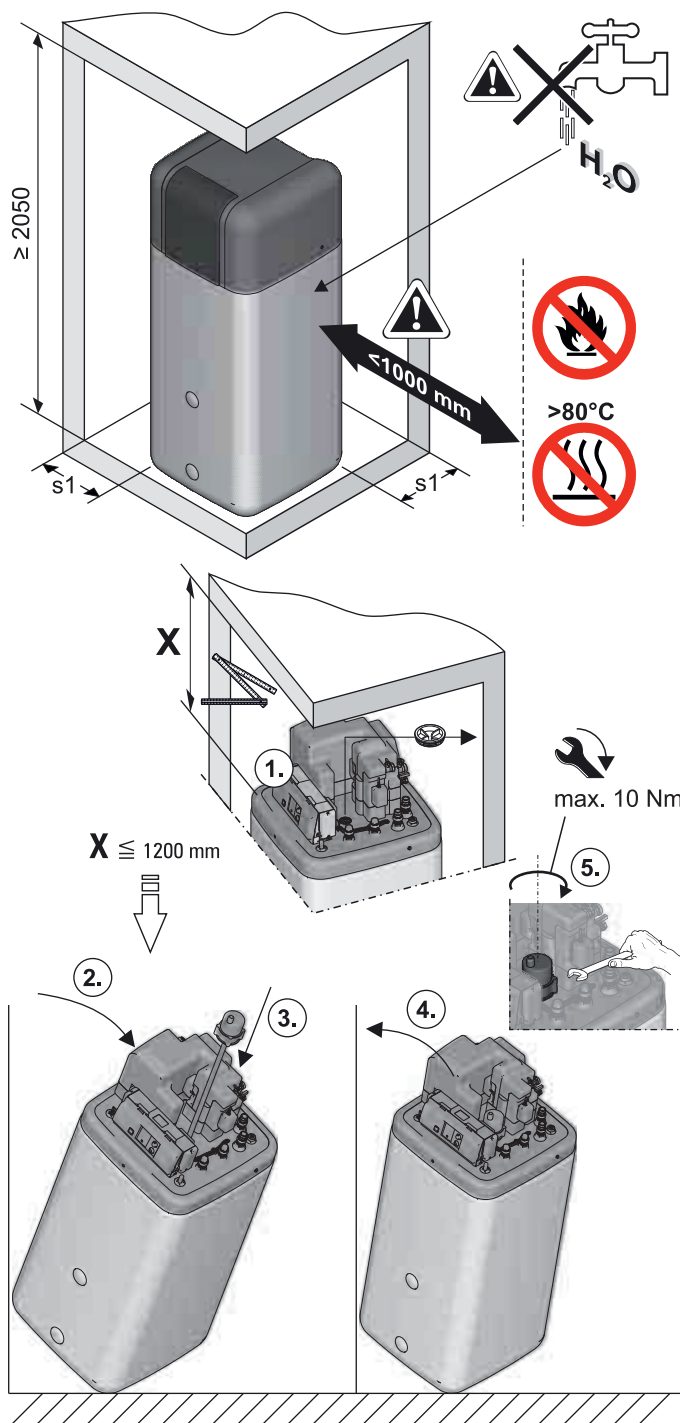

Bild 4-5 Aufstellung (dargestellt an ROTEX HPSU compact 508/516 mit Einbau des optionalen Backup-Heaters)
- Empfohlene Abstände (Bild 4-5):
- Falls benötigt, optionalen Backup-Heater (BUxx) in die ROTEX HPSU compact einbauen (Bild 4-5). Dem Zubehör beiliegende Montage- und Betriebsanleitung beachten ( Anzugsdrehmoment siehe Kapitel 10.3).